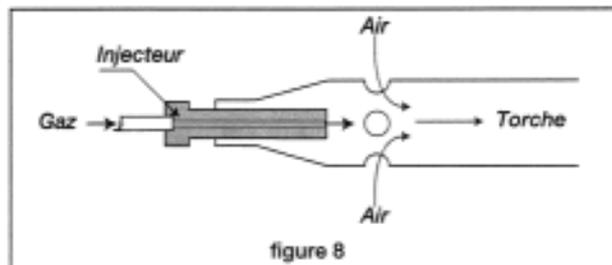

figure 8
b) à gaz butane/propane : ils fonctionnent de façon identique à leurs cousins à flamme molle et n'en diffèrent que par la forme et le débit de gaz. Ce sont les brûleurs torche de nos lampes à souder de bricoleur. (fig. 8).